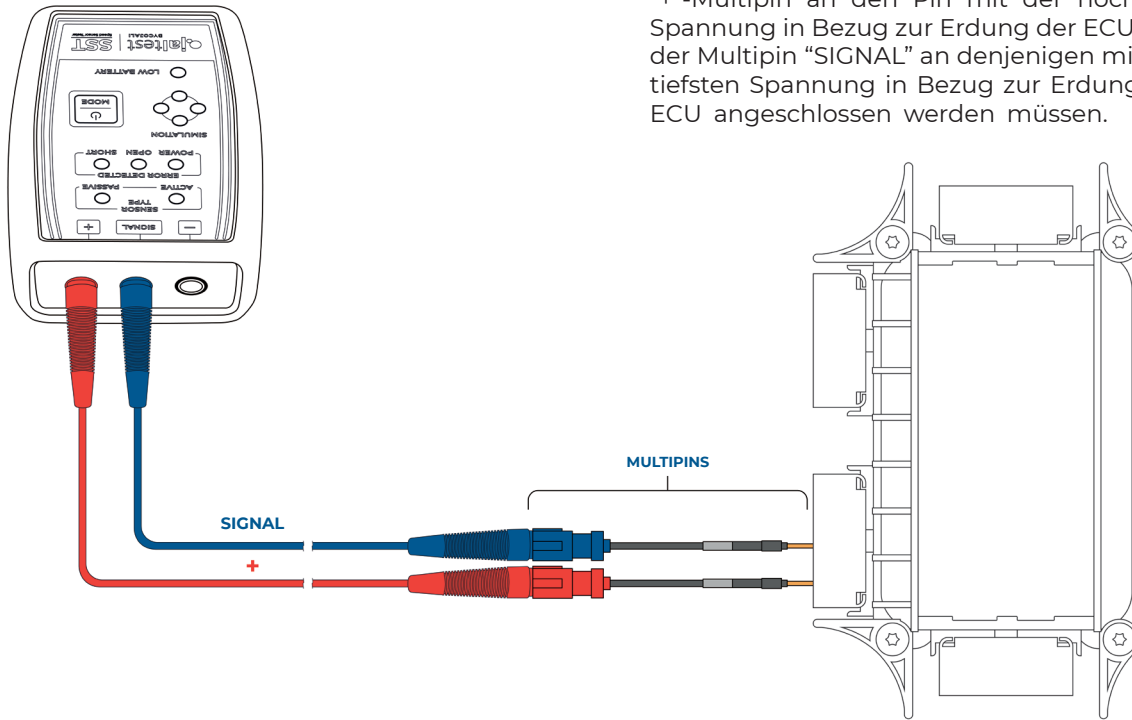

### ABBILDUNG 3
- 1 Den Geschwindigkeitssensor des Fahrzeuges abhängen und an seiner Stelle das Jaltest SST-Gerät mittels dem Multipin-Kabelsatz gemäss ABBILDUNG 3 der Sektions Anschlussdiagramme anschliessen (die Multipins können an die ECU oder einem Zwischenstecker angeschlossen werden).
- 2 Das Gerät einschalten und in den Modus Simulation Aktiver Sensor eintreten mittels Interagieren mit den Modusauswahl-Knopf (1) gemäss den in der Funktions-tabelle auf Seite 6 beschriebenen Knopfdrücke. Die LEDs Simulation und Aktiver Sensor müssen aufleuchten, sowie diejenigen der Fehler, welche auftreten können.
- 4 Eine Diagnose-Software benutzen um zu überprüfen, dass die ECU die durch das Gerät simulierte Geschwindigkeit liest (wenn Sie kein Diagnosegerät haben, zu Schritt 5 übergehen). Sollte die ECU die Geschwindigkeit nicht lesen, kurze Knopfdrücke mit dem Modusauswahl-Knopf (1) vornehmen, um die vorhandenen Fehler zurückzusetzen. Und die Frequenz des Signals zunehmend anzupassen, damit dieses durch die ECU gelesen werden kann: